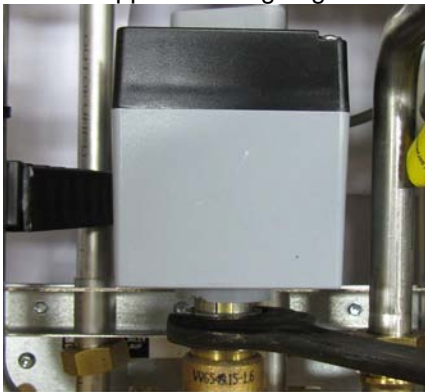

Bild 41
2. Skruva loss varmvatten ställdonet från ventilen (Bild 41).